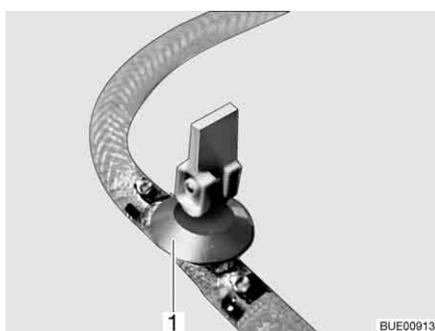
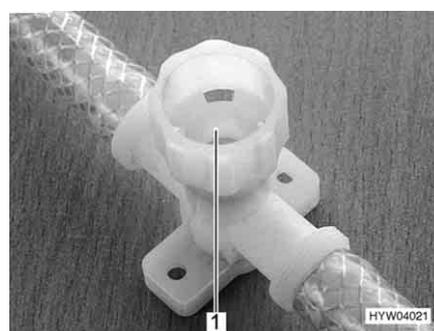

Fig. 235 Rubinetto di scarico (con leva a bilancere)
Fig. 236 Rubinetto di scarico (con tappo a vite)
- Aprire tutti i rubinetti di scarico. Mettere la leva a bilanciere del rubinetto di scarico (Fig. 235,1) in posizione verticale o chiudere il coperchio del rubinetto di scarico (Fig. 236,1) in senso antiorario.